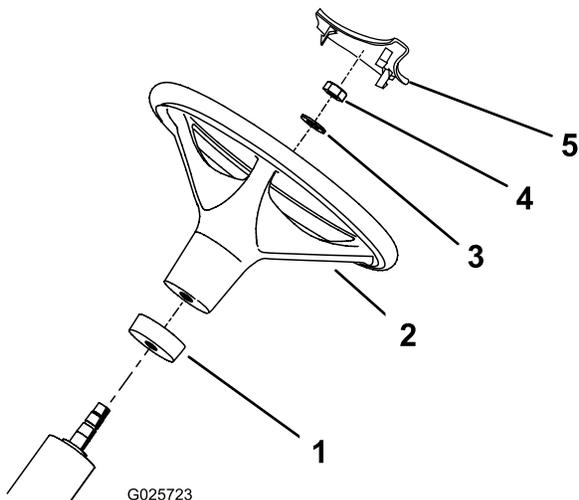

Figura 2
2. Faça deslizar o anel de esponja, extremidade pequena primeiro, para a coluna de direção (Figura 2).
3. Faça deslizar o volante para a coluna de direção (Figura 2).
4. Fixe o volante à coluna de direção, utilizando uma anilha e uma porca de bloqueio (Figura 2).
6. Pressione a cobertura do volante para a sua posição no volante (Figura 2).